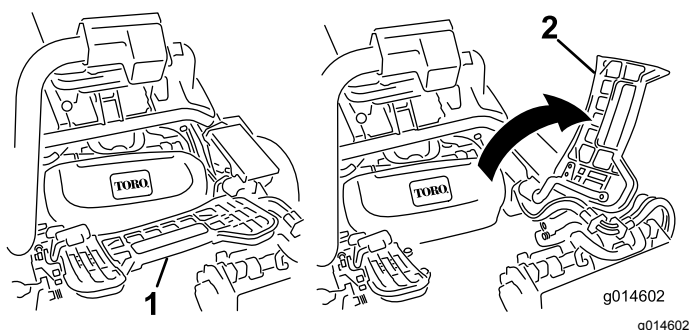

Figura 41
1. Sollevate il poggiapiedi e ruotatelo fino all'apertura, per consentire l'accesso alla posizione dell'apparato di taglio centrale. (**Figura 41**)